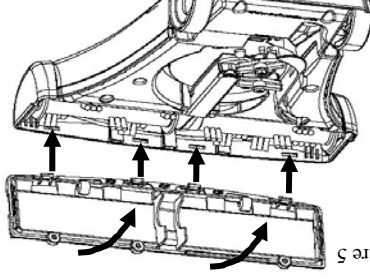

Figure 5
4. Remettre en place la semelle en alignant les quatre languettes dans les quatre fentes correspondantes et faire pivoter les mettre en place comme illustré (Figure 5).